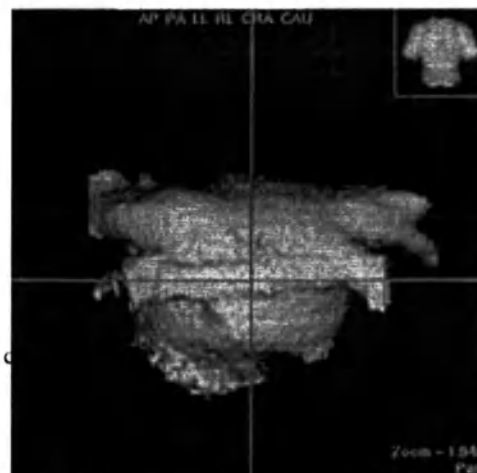

Рисунок 245. Модель, созданная с помощью инструмента «Камера».
5. Нажать [Применить] для разделения на сегменты определенной камеры (Рисунок 245). Сегментированная структура показана на 3D-изображении.